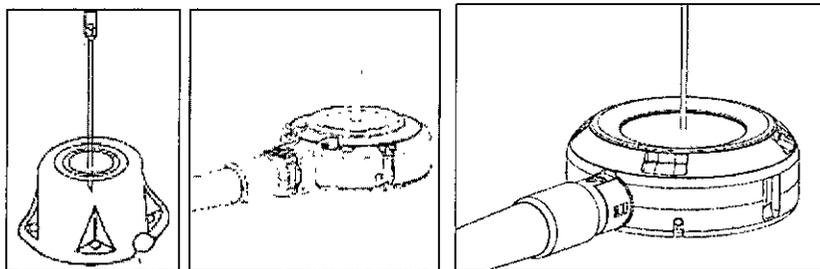

Figura 16. Orientación correcta de la aguja durante el ajuste.
6. Cuando ajuste el volumen de la banda, la aguja debe introducirse en posición perpendicular al septo del puerto de acceso (figura 16). De lo contrario, puede dañarse el puerto de acceso y producirse fugas.